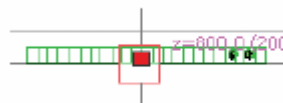

Рис. 2.1-1
2. щелкните на радиатор (рис. 2.1-1)